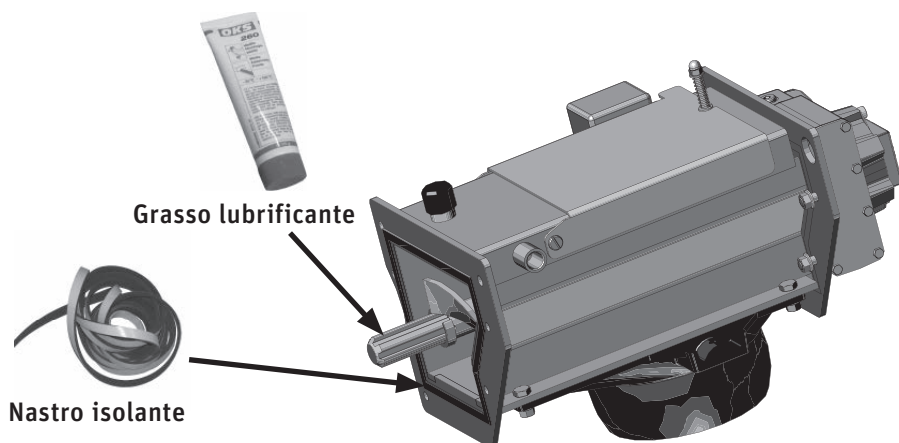
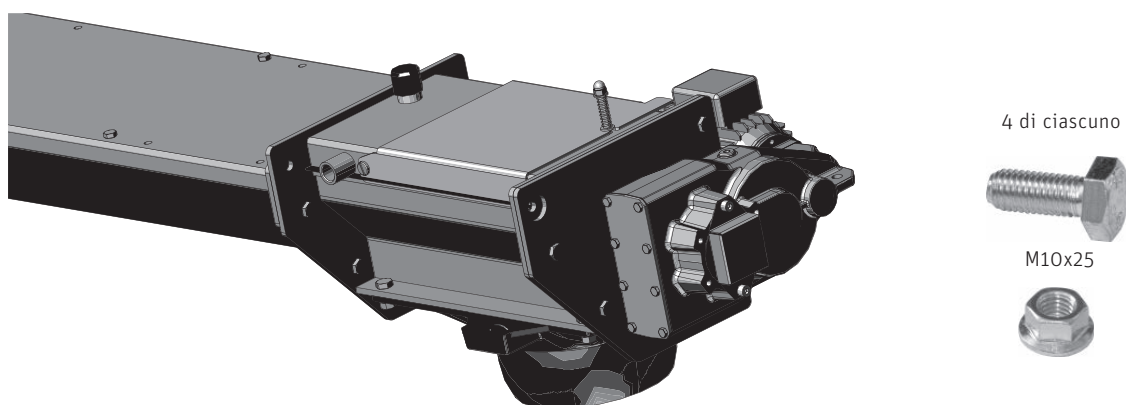

Fig. 153 Unità di trasferimento; ingrassare il raccordo alla coclea
Fig. 154 Montare l'unità di trasferimento
- Puntellare il canale a coclea (ad es. con il piede d'appoggio PZW 015 o il supporto universale PZW 003); dopo aver ingrassato il raccordo alla coclea e aver applicato il nastro isolante, collegare l'unità di trasferimento al prelievo dal magazzino/alla coclea con 4 viti a testa esagonale M10x25 e dadi M10 e avvitare saldamente – Fig. 153, Fig. 154.